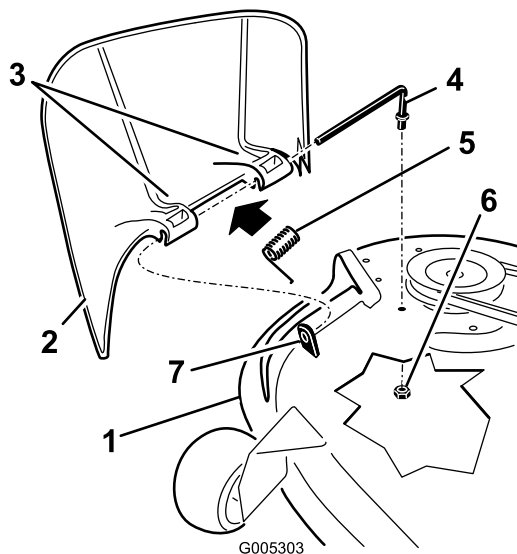

Figura 60
1. Localice los elementos mostrados en la Figura 60.
- Retire la tuerca ($\frac{3}{8}$ ") de la varilla (debajo del cortacésped) (Figura 60).
- Retire la varilla del espaciador corto, del muelle y del deflector de hierba (Figura 60). Retire el deflector de hierba dañado o desgastado.
- Vuelva a colocar el deflector de hierba (Figura 60).
- Coloque el muelle sobre la varilla, con los extremos de los alambres hacia abajo, y entre los soportes del deflector de hierba. Deslice la varilla por el segundo soporte del deflector de hierba (Figura 60).
- Introduzca la varilla de la parte delantera del deflector de hierba por el espaciador corto de la carcasa. Fije el extremo trasero de la varilla en el cortacésped con una tuerca ($\frac{3}{8}$ ") (Figura 60).